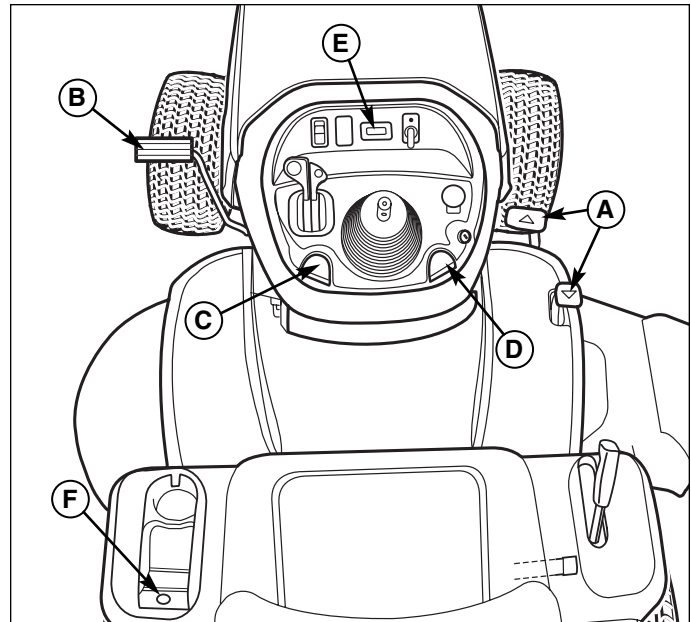

Abbildung 2. Parkbremse einkuppeln
Parkbremse einsetzen - siehe Abbildung 2. Um die Parkbremse zu arretieren, die Fahrgeschwindigkeitspedale (A) loslassen, das Bremspedal (B) vollständig durchtreten, am Parkbremsenknopf (C) nach oben ziehen und anschließend das Bremspedal loslassen.
Lösen der Parkbremse - siehe Abbildung 2. Die Parkbremse wird gelöst, indem das Bremspedal (B) nach unten gedrückt wird.
1. Den Geschwindigkeitsregelungsknopf (D, Abbildung 2) nach oben ziehen.
2. Das Vorwärts-Fahrgeschwindigkeitspedal (A) drücken.
3. Den Geschwindigkeitsregelungsknopf (D) hoch ziehen, wenn die gewünschte Geschwindigkeit erreicht ist. Die Geschwindigkeitsregelung arretiert sich in einer von fünf Stellungen.
Der Betriebsstundenzähler (E, Abbildung 2) zählt die Zeit in Stunden, in denen der Zündschalter in der Stellung LAUF ist.
Die 12-V-Steckdose befindet sich in der linken Instrumentenverkleidung (D, Abbildung 2). Sie kann zur Speisung von kleinen elektronischen Geräten verwendet werden. Zubehör darf maximal 9 Ampere Stromaufnahme haben.